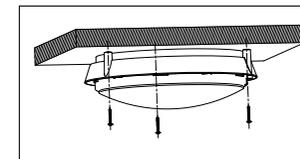

Рис. 5
5.15 Наметьте и просверлите три отверстия на поверхности стены или потолка по месту установки в соответствии с посадочными местами осветительного прибора (рис. 5).